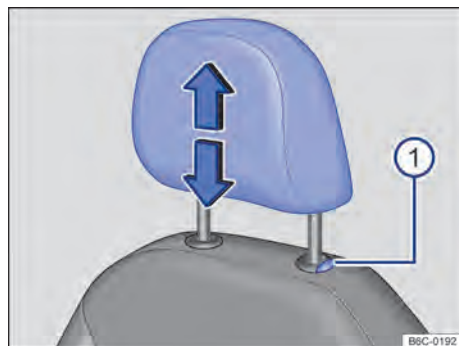

Fig. 67 Apoyacabezas delantero: desmontar.
- Retirar el apoyacabezas con la tecla → fig. 67 ⓘ presionada.
- Empujar el apoyacabezas totalmente hacia abajo con la tecla → fig. 67 ⓘ presionada.